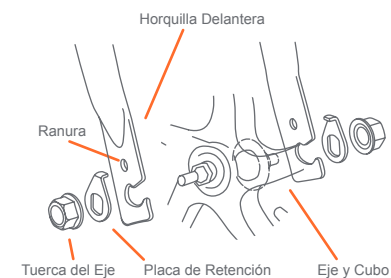

Fig. 3
- 3) • Inserte la placa de retención en el eje de la rueda. La clavija en la punta de la placa debe colocarse hacia adentro, de cara a la horquilla. Debe alinear la clavija de la placa con el agujero antes de atornillar las tuercas para asegurar la rueda (Fig. 3).